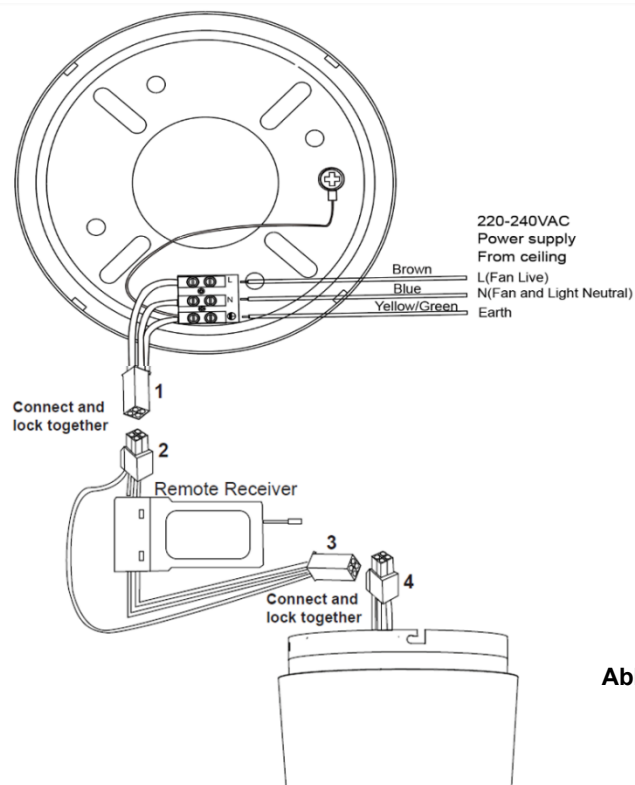

Abb. 5
MODELLE MIT FERNBEDIENUNG SCHALTPLAN (Abb.5):
- Schließen Sie die Kabel L, N und Erde an die Lüsterklemme der Deckenhalterung an, wie in Abb. 5 dargestellt.
- Stecken Sie die Schnellkupplungen von der Halterung (1) und vom Fernbedienungsempfänger (2) zusammen und vergewissern Sie sich, dass sie einrasten.
- Stecken Sie die Schnellverbinder vom Fernbedienungsempfänger (3) und vom Ventilator (4) zusammen und vergewissern Sie sich, dass sie einrasten.